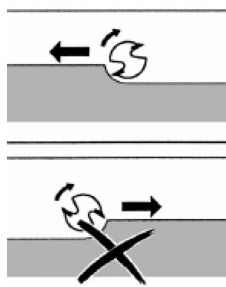

рис.7
- фрезерование всегда должно производиться против направления вращения рабочей фрезы (см. рис.7). Попутное направление фрезерования может стать причиной потери контроля над управлением фрезером - это опасно для жизни и здоровья оператора;